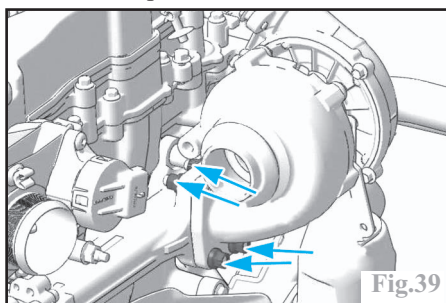

Fig.39
-les quatre écrous de fixation du turbocompresseur (Fig.39).